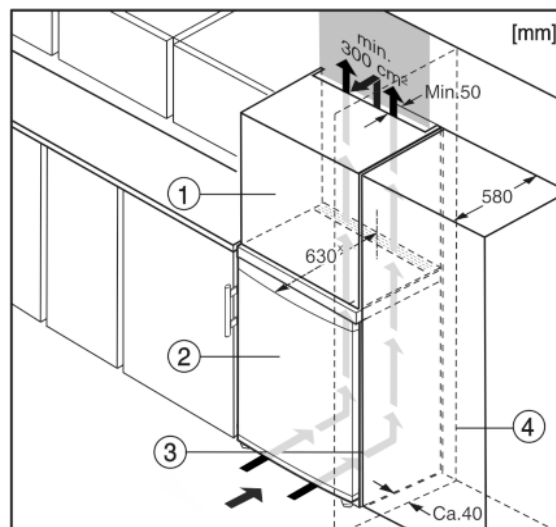

Fig. 10
Устройство может быть окружено предметами кухонной обстановки. Чтобы уравнивать устройство Fig. 10 (2) по высоте с кухонной стенкой, можно установить над устройством соответствующий дополнительный шкафчик Fig. 10 (1).
При комбинировании с кухонными шкафами (глубина макс. 580 мм) устройство можно установить непосредственно рядом с кухонным шкафом Fig. 10 (3). Устройство выступает сбоку на 34 мм* и по центру на 50 мм* относительно передней стенки кухонного шкафа.
Если устройство установлено на шарнирах у стены Fig. 10 (4), то расстояние между устройством и стеной должно быть не менее 40 мм. Настольно выступает ручка при открытой двери.